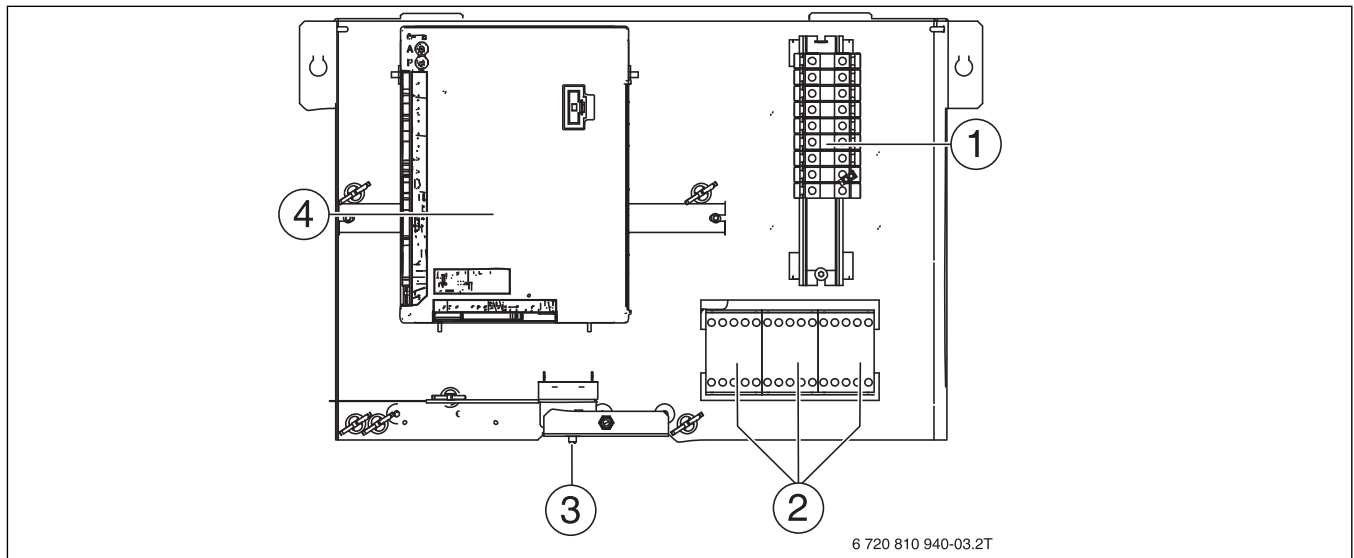

Рис. 16 Расположение в распределительной коробке
- ▶ Выполните сброс защиты от перегрева. Для этого нажмите кнопку под блоком управления (→ [3], рис. 16).